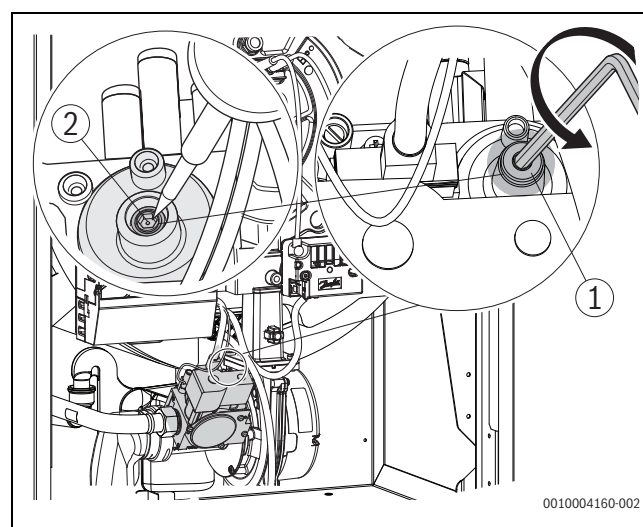

Bild 51 CO₂- / O₂-Einstellung bei Teillast prüfen
- Abdeckschraube der Teillast-Einstellschraube entfernen (→ Bild 51, [1], Seite 29).
- Bei CO₂-Werten (Werte in Klammern=O₂-Werte) unter 9,0 % (O₂=4,9 %) oder über 9,6 % (O₂=3,8 %) die Einstellung an der Kleinlast-Einstellschraube auf 9,3 % (O₂=4,3 %) korrigieren (→ Bild 51, [2], Seite 29).
- Bei CO₂-Werten (Werte in Klammern=O₂-Werte) unter 9,8 % (O₂=6,0 %) oder über 10,8 % (O₂=4,5 %) die Einstellung an der Kleinlast-Einstellschraube korrigieren (→ Bild 51, Seite 29 und Tabelle 10).